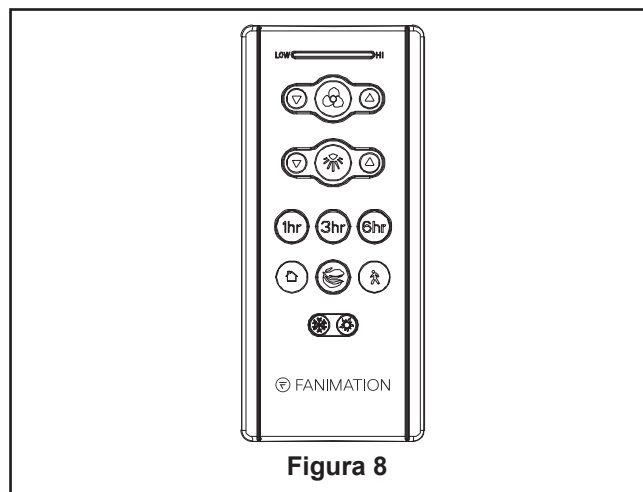

Figura 8
10. Funciones del control remoto: (Figura 8)